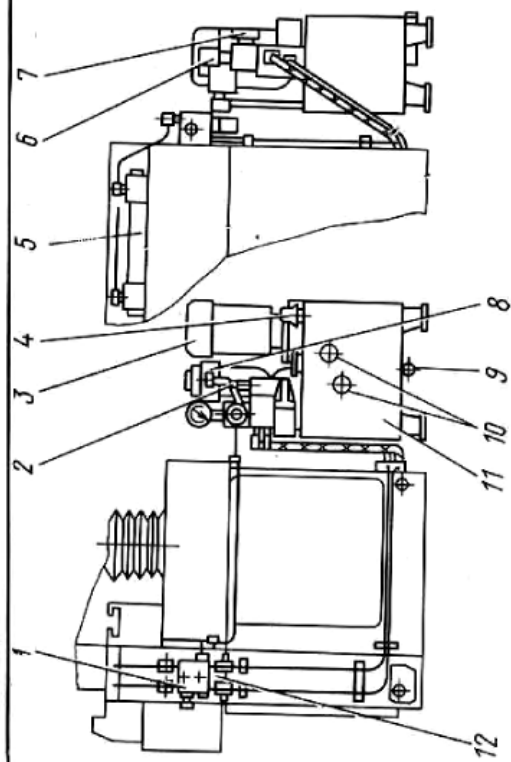

Рис.2. Гидрокоммуникация
- гидрокоммуникации ЗВ642Е.70.000 (рис.2);
Гидрокоммуникация (рис.2) предназначена для соединения гидроцилиндра 5 станка с гидропанелью 1 и гидростанцией 11 резиновыми рукавами и медными
Перекрыть дроссели 9 (см. рис.2) гидропанели I.
Плавность реверса в системе осцилляции стола отрегулировать дросселями гидропанели I (см. рис.2).